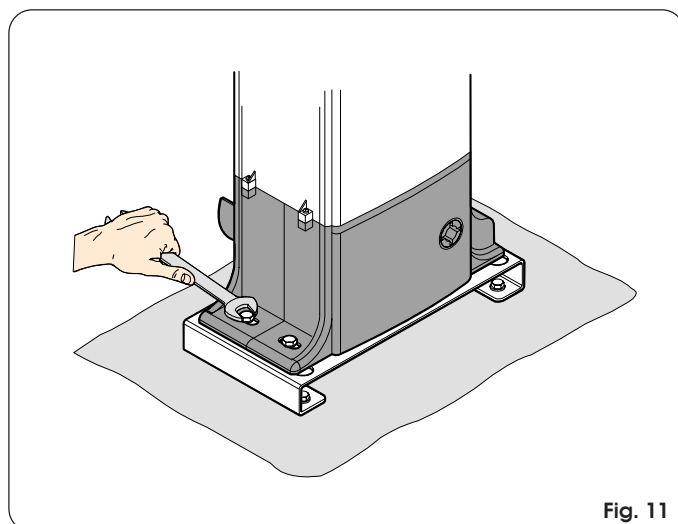

Fig. 11
- Fije provisionalmente el operador colocando sin apretar los tornillos, tal como se indica en la Fig. 11.